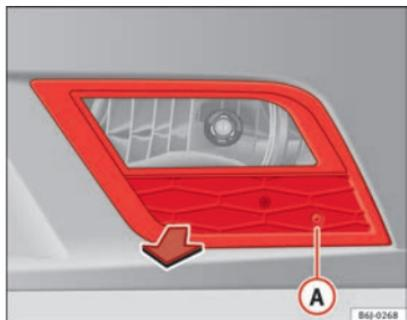

Fig. 158 Projecteur antibrouillard
- Retirez la vis ⇒ fig. 158 **A** de la grille du projecteur antibrouillard à l'aide d'un tournevis.